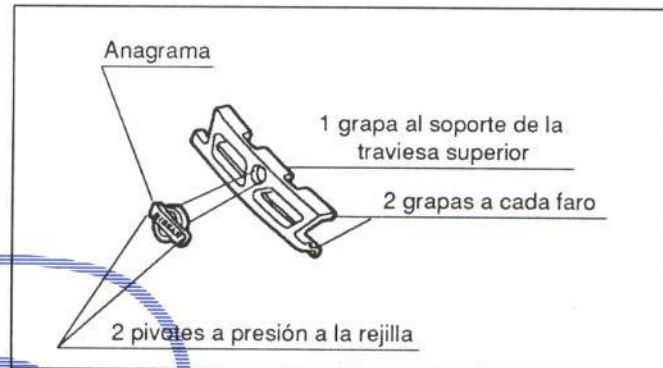

Figura 13.- Fijación de la rejilla frontal
Su fijación se indica en la figura 13.
- Rejilla frontal (figura 13)